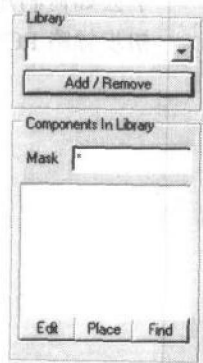

图 1.3 添加/删除元件库
2. 在如图 1.3 所示处点击 Add/Remove 按钮，添加一个新的元件库。